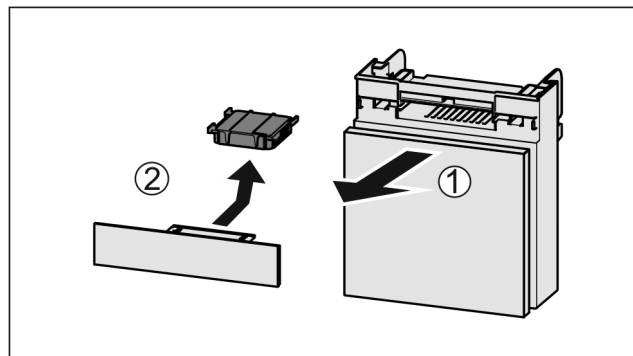

Fig. 136
- Dra ut Fig. 136 (1) lådan framåt.
- Ta ut Fig. 136 (2) aktivtkolfiltret.